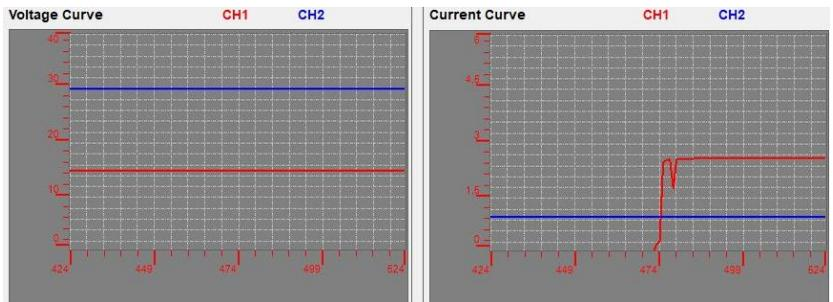

Bild 4
**Datengrafiken:** Die Ordinate (Vertikalskala) zeigt den Strom-/Spannungswert und die Abzisse (Horizontalachse) zeigt die gemessenen Datenpunkte (Bild 4)